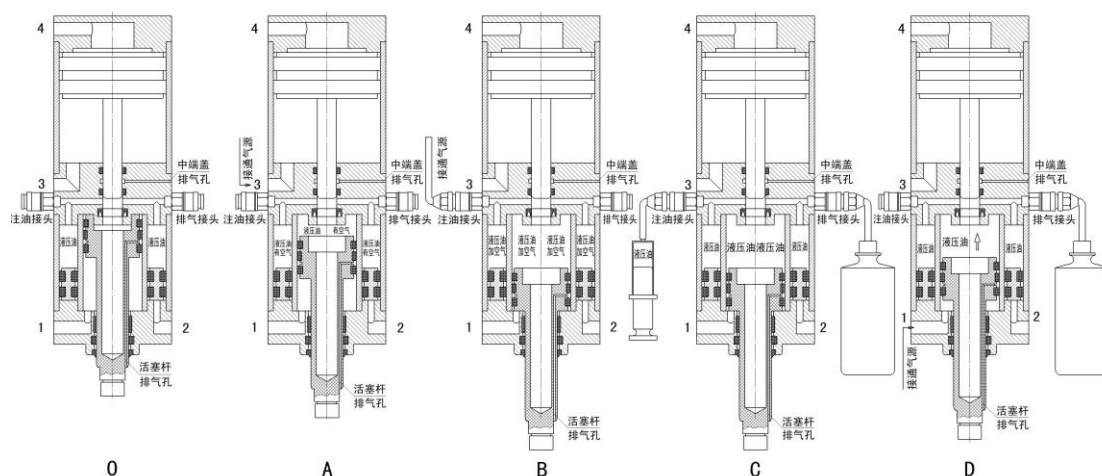

图 5
正常工作的气缸，在接通气源的待机状态，如图 5 中的 O 图所示，气缸活塞杆完全回到上端，增力活塞完全回到上端，环形活塞在内外缸筒间的下端。由于特殊原因，导致液压油缺少或液压油混入空气，需要排气和注油。过程如下：
A.如图 5 中的 A 图所示，拔掉缸上的四根气管并编号，单独给排气口 3 接通气源，让增力活塞回到上端。这时候内外缸筒液压油贯通。
B.如图 5 中的 B 图所示，插入注油接头，并将注油接头接通气源，让气缸活塞杆和环形活塞都到下端。这时候内外缸筒间产生了一个最大的注油容积。
C.如图 5 中的 C 图所示，插入注油接头和排气接头，并把排气接头的软管插入一个饮料瓶，用注射器从注油接头缓缓注入液压油，直到把缸内气泡排尽。静置一小时后，再用注射器从注油接头缓缓注入液压油，再次把缸内气泡排尽。
D.如图 5 中的 D 图所示，拔掉注油接头，单独给排气口 1 接通气源，过程中小心排气接头的软管从瓶中出来飞溅液压油，让气缸活塞杆回到上端。然后，拔掉排气接头，注油完毕。气缸状态回到 O 图状态，插上四根气管恢复工作。